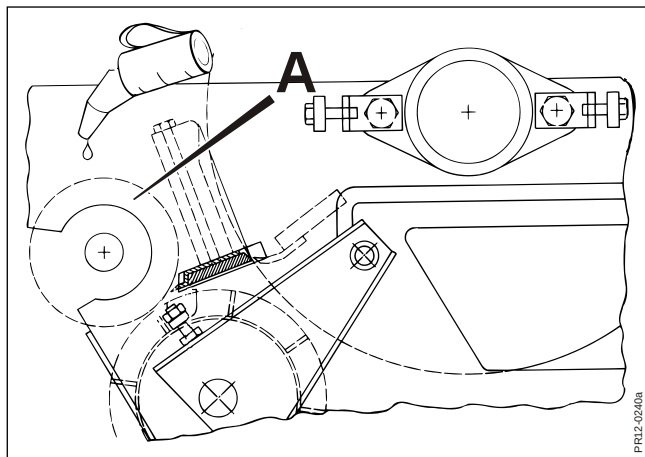

Fig. 7-8
**Fig. 7-8** Den øverste bageste indføringsvalse, glatvalse **A**, bør sikres mod rustdannelse på overfladen. Står maskinen ubrugt hen i mere end én dag, bør hele overfladen indsmøres med lidt olie.